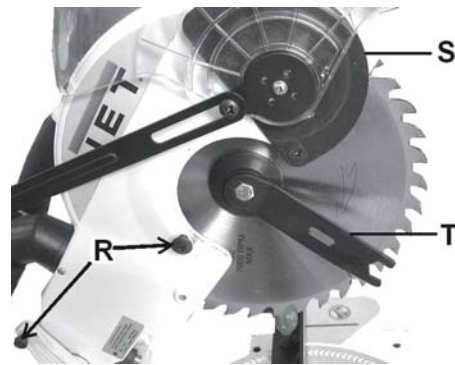

Рис. 9
- Зніміть захисний кожух диска пилки, для чого звільніть обидва гвинти (R, Рис. 9) на боці захисного кожуха та відведіть захисний кожух догори.
- Встановіть захисний кожух пиляльного диску та закріпіть його обома гвинтами (R, Рис. 9).